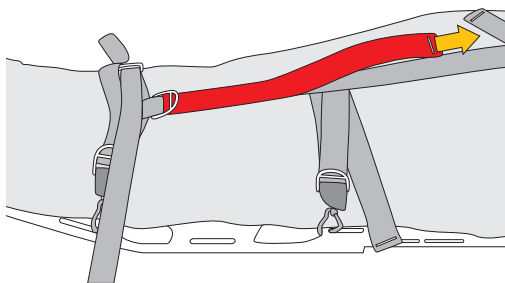

Fig.20
e) concludere l'immobilizzazione agendo sulla chiusura longitudinale (fig. 20),